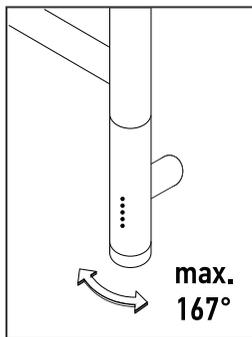

Рис.4
- 4.5. Плотно задвиньте ручку МЭМ 3.0 до упора и выровняйте относительно полотенцесушителя (рис. 4).